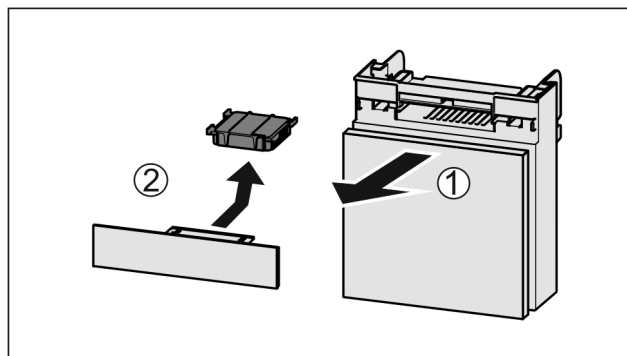

Fig. 101
- Fach nach vorne herausziehen Fig. 101 (1).
- Aktivkohlefilter entnehmen Fig. 101 (2).